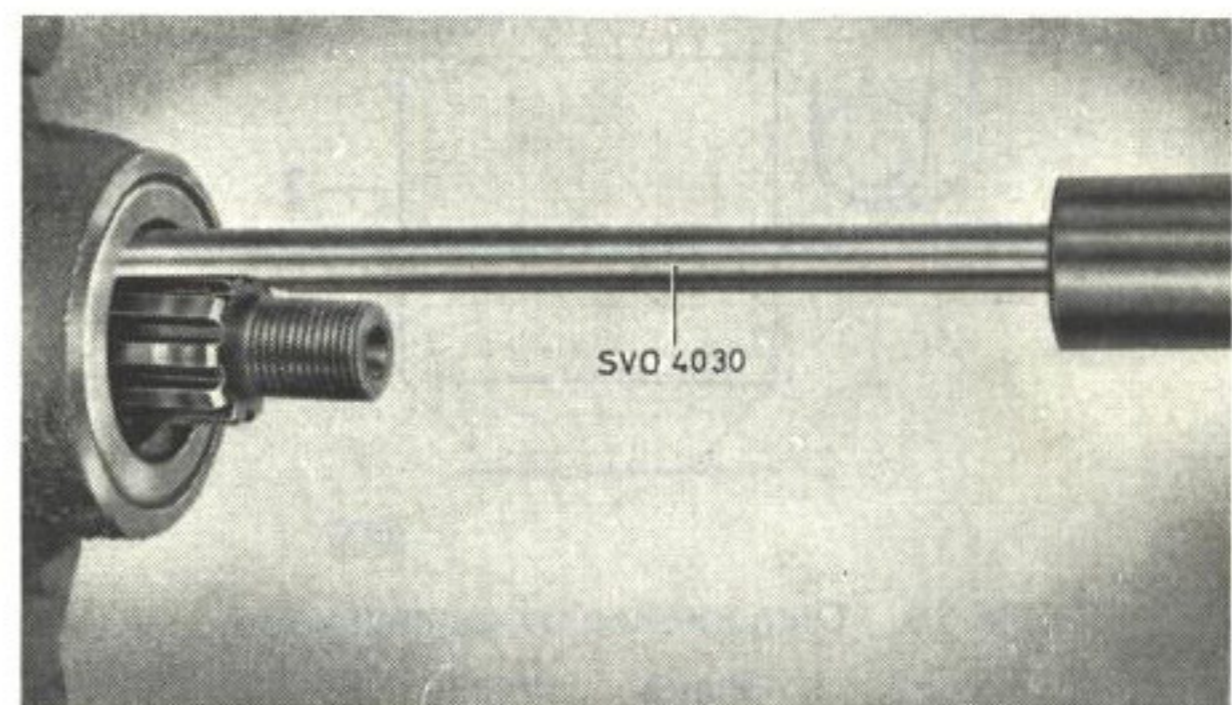
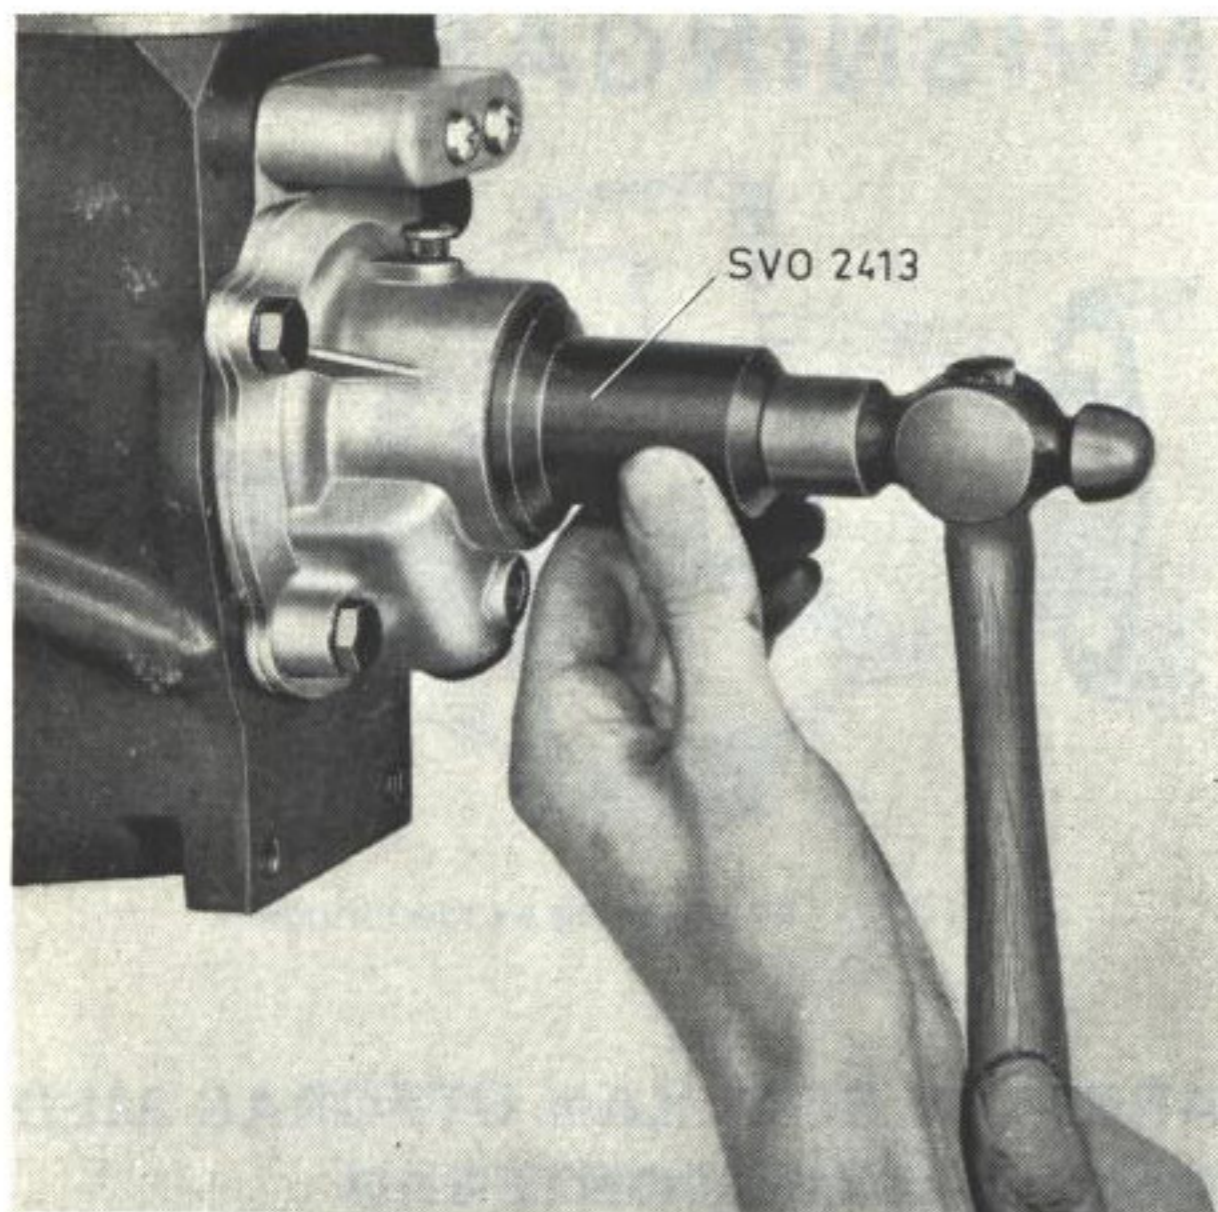

Bild 16. Demontering av tätningsring.
Bild 17. Montering av tätningring.
3. Drag ut den gamla tätningsringen med utdragare SVO 4030, se bild 16. Montera den nya tätningsringen med hjälp av hylsa SVO 2413, se bild 17.